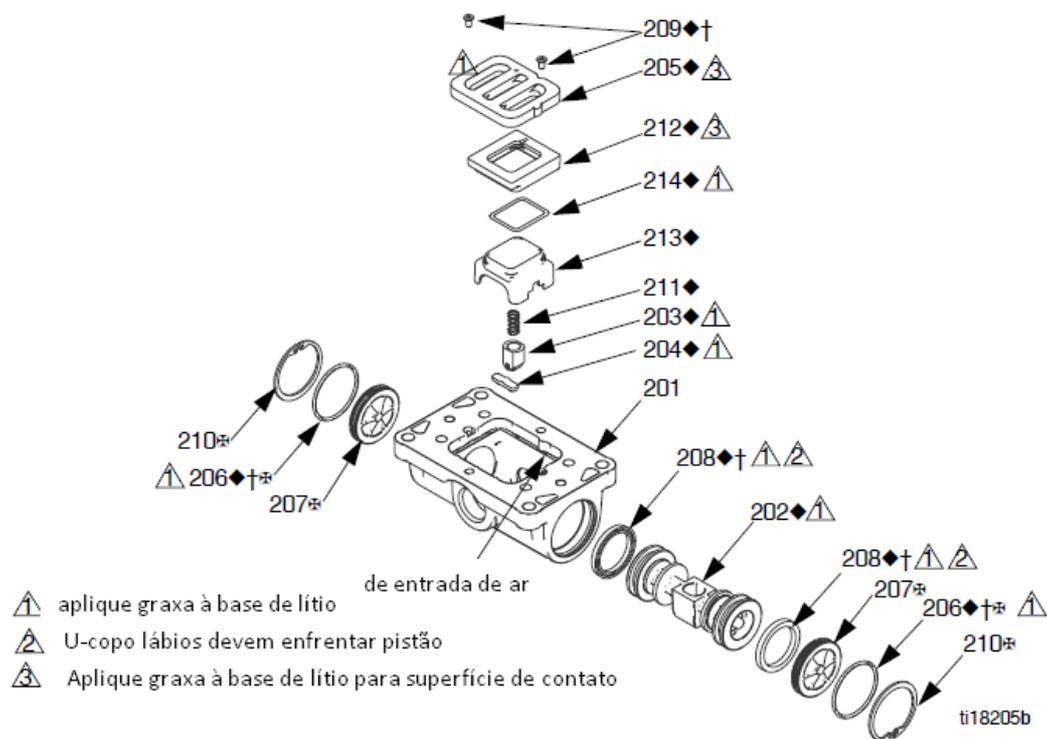

FIG. 3. Montagem da válvula de ar
2. Consultar a FIG. 3. Utilize uma chave de parafusos Torx (T8 para centros de alumínio, T9 para centros de plástico) para remover os dois parafusos (209). Remova a placa da válvula (205) Vaso (212), mola (211) e conjunto de distensão (203).
3. Consultar a FIG. 3. Remova o anel retentor (210) de cada lado da válvula de ar. Use o pistão (202) para empurrar as tampas terminais (207, 217) para fora das extremidades. Remova os o-rings das tampas terminais (206).
4. Remova os vedantes dos vasos em U (208) de cada extremidade do pistão (202) e remova o pistão. Remova a haste de distensão (204) do encaixe da válvula de ar (201).